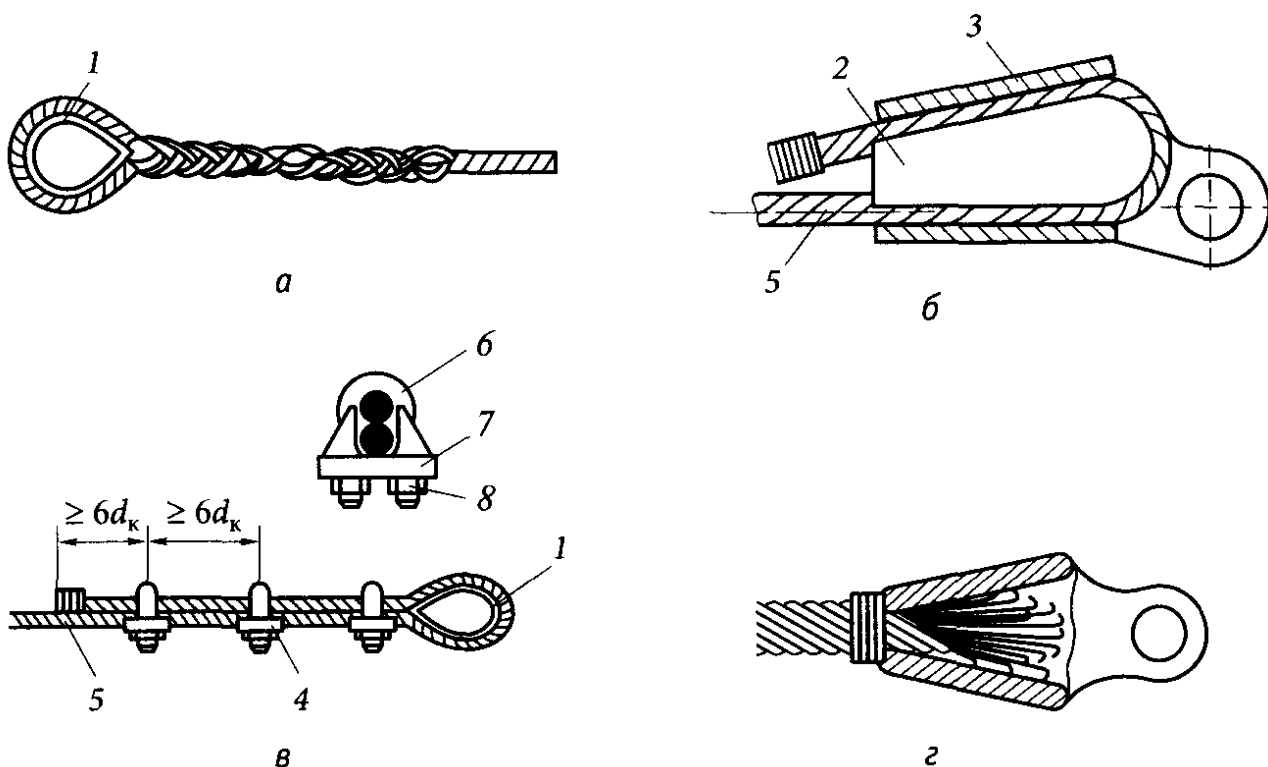

Рис. 3.5. Способы выполнения петли на конце каната:
- заплетка свободного конца каната (рис. 3.5, а) с установкой в петлю коуша 1;
- применение клиновой втулки (рис. 3.5, б); установка винтовых зажимов (рис. 3.5, в);
- заливка легкоплавким сплавом в конусной втулке (рис. 3.5, г). Этот способ применяют для канатов большого диаметра;